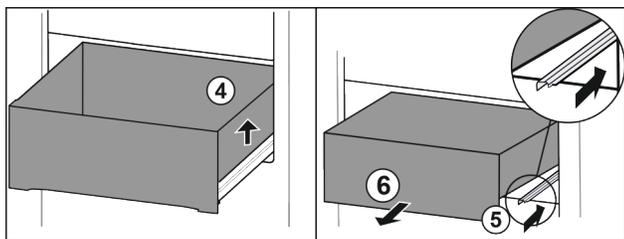

Fig. 90
- ▶ Soulever le tiroir sur la droite. Fig. 90 (4)
- ▶ Rentrer le rail de droite. Fig. 90 (5)
- ▶ Retirer le tiroir par l'avant. Fig. 90 (6)